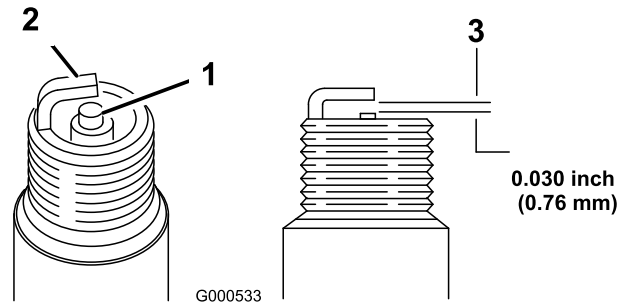

Figure 29
1. Examinez le centre des bougies (Figure 29). Si le bec de l'isolateur est recouvert d'un léger dépôt gris ou brun, le moteur fonctionne correctement. S'il est couvert d'un dépôt noir, c'est généralement signe que le filtre à air est encrassé.
2. Contrôlez l'écartement entre l'électrode centrale et l'électrode latérale (Figure 29). Courbez l'électrode latérale (Figure 29) si l'écartement est incorrect.